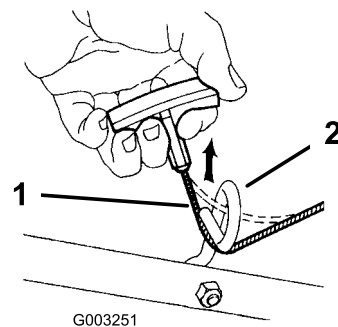

Figure 7
1. Support de guidon (2)
6. Faites passer le câble du lanceur dans le guide-câble sur le guidon (Figure 7).